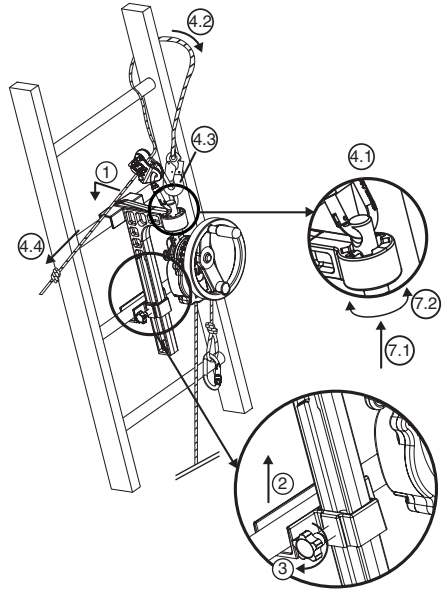

Fig. 6
### 6.3.2. Derope™-toestel UP B (Fig. 6)
- Plaats de grote console, vergrendelbaar op de sport van de ladder in de gekozen positie om de reddingsoperatie uit te voeren, boven de te evacueren persoon (Fig. 6, 1).
- Hermonteer de blokkeergeleiding ter hoogte van de sport onmiddellijk onder deze waarop de grote console bevestigd is (Fig. 6, 2).
- Zet de blokkeerpen van de geleiding vast aan de hand van de klemknop die zich aan de zijkant van de console bevindt (Fig. 6, 3).
- Bevestig de connector van de afstelrichting LCM 05 in het bovenste gat van de verankering (Fig. 6, 4.1).
- Breng de leiriem rond het sport van de ladder boven de console door één van de steigers van de ladder te omleiden (Fig. 6, 4.2).
- Koppel de connector van de leiriem aan op de connector van de afstelrichting LCM 05 (Fig. 6, 4.3).
- Span de leiriem op door aan het vrije uiteinde te trekken (Fig. 6, 4.4).
- Richt het Derope™-toestel naargelang de behoeften en wijzig de positie van de verankeringen in de indexeerpen (Fig. 6, 7.1 – 7.2).